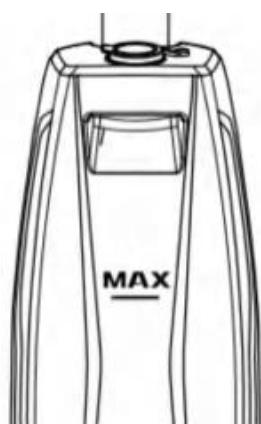

Рисунок 11
10. Если уровень грязной воды в баке грязной воды достигает отметки MAX, его необходимо слить как можно скорее (Рисунок 11).